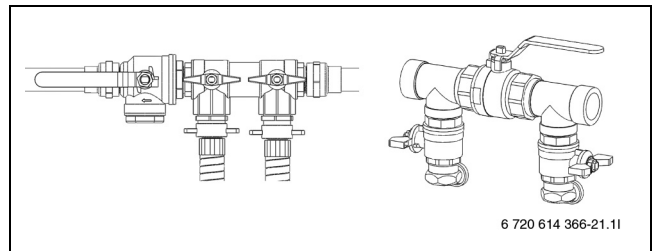

Bild 29 Befülleinrichtungen in Normalposition
- Ventile der Befülleinrichtung in die Normalposition stellen (→ Bild 29) und Pumpe der Befüllstation abschalten.